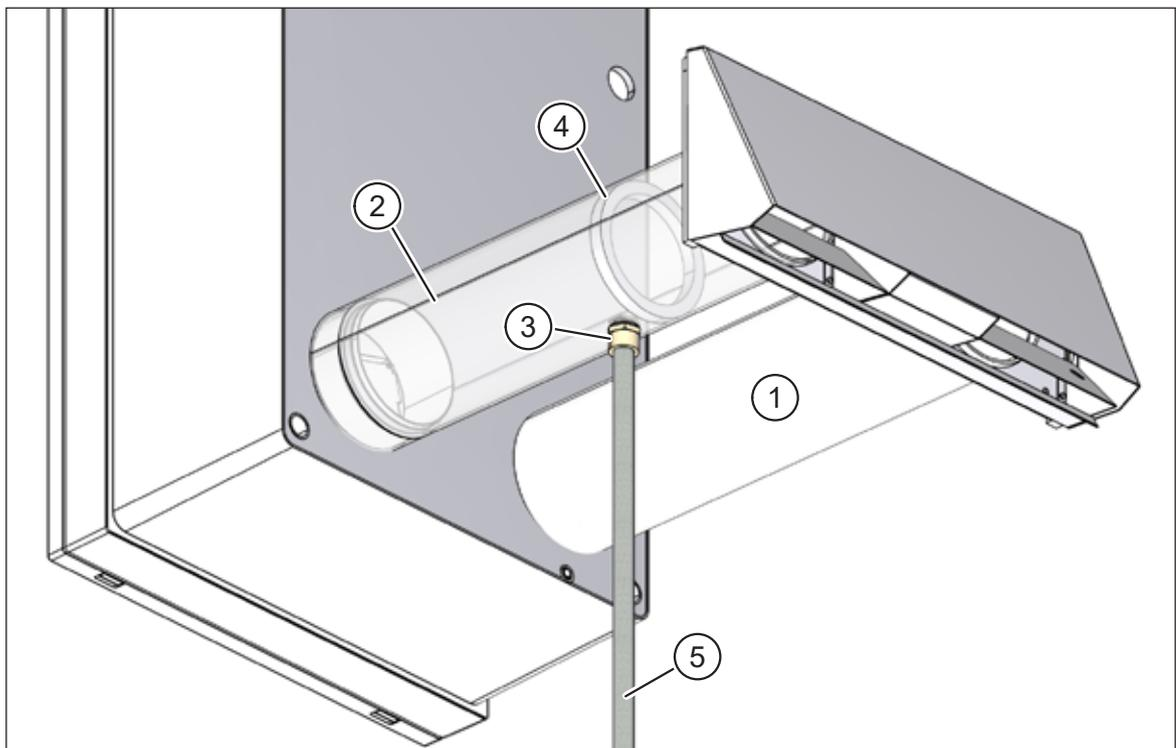

Abb. 32: Kondensatabführung am Fortluftrohr
- Außenluftrohr, DN 100, 0,5 m (Pos. 1 in Abb. 32)
- Fortluftrohr DN 100, 0,5 m (Pos. 2 in Abb. 32), mit 1/2"-Außengewindeanschluss (Pos. 3 in Abb. 32) und Barriere (Pos. 4 in Abb. 32) zum Rückhalten des Kondensats
- Schützen Sie das Kondensatableitungsrohr (Pos. 5 in Abb. 32) in kalten Regionen vor Frost, z. B. durch Verlegung hinter der Fassadendämmung.